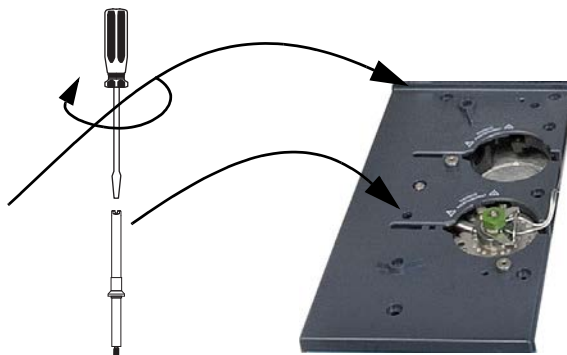

图 9 固定柱安装
- 1 将 G4513-20561 固定柱安装在进样口盖板上。请参见图 9。